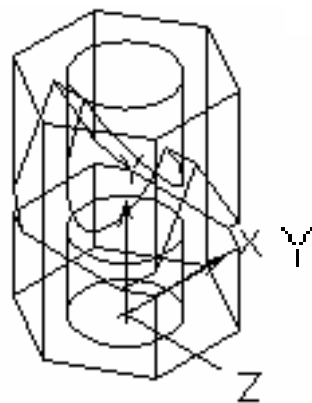

Рис. 5.47
53. Для построения тела с вырезом 1/4 части модели переместить ПСК (UCS) в основание модели кнопкой **Начало** (Origin UCS)  панели ПСК (UCS) с привязкой в центре нижнего основания цилиндра – рис. 5.47.